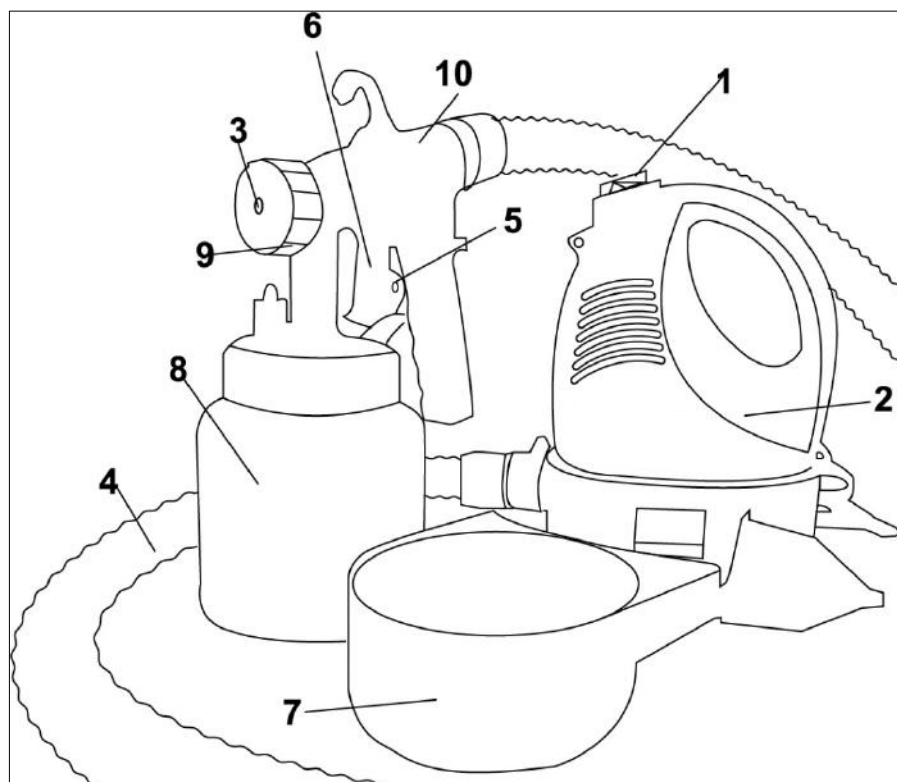

Рис. 1. Общий вид (ЭКП-700В)
4.1 ЭКП-700В имеет разнесённые компрессорный блок и краскораспылитель, снижают вес в руках оператора. Гофрированный шланг (рис.1 поз.4) позволяет окрашивать поверхности, при нахождении компрессорного блока на полу. ЭКП-400 является одним блоком и включается при нажатии на пусковой курок.
У ЭКП-700В коллекторный двигатель в сборе с компрессором расположен в пластиковом корпусе (рис.1 поз.2), состоящем из двух половин. В верхней части корпуса находится клавиша выключателя двигателя (рис.1 поз.1). Она имеет два фиксированных положения: «О» - выключено, «1» - включено. Воздух из компрессора подаётся гофрированным шлангом в краскораспылитель (рис.1 поз.10).
Из бачка (рис.1 поз.8), под давлением сжатого воздуха, краска всасывающей трубкой подаётся в форсунку, для смешивания её с воздухом. В форсунке происходит смешивание воздуха с краской и подача в насадку - распылитель (рис.1 поз.3), для покрытия поверхностей.
Регулятором (рис.1 поз.5) изменяется расход распыляемого материала. Поворот винта регулятора против часовой стрелке уменьшает количество распыляемого материала, по часовой – увеличивает.
В передней части рукоятки краскораспылителя расположен пусковой курок (рис.1 поз.6), при нажатии на который воздушно-капельная смесь через форсунку подаётся в распылительную головку (рис.1 поз.3). При отпускании клавиши подача краски к форсунке прекращается. После окончания работы необходимо отключить компрессор выключателем (рис.1 поз.1).
7.2 Для модели ЭКП-700В соедините гофрированным шлангом выходной штуцер корпуса компрессорного блока с входным штуцером краскораспылителя. Проверьте надёжность затяжки зажимной гайкой (рис.1 поз.9) головки распылительной (рис.1 поз.3).